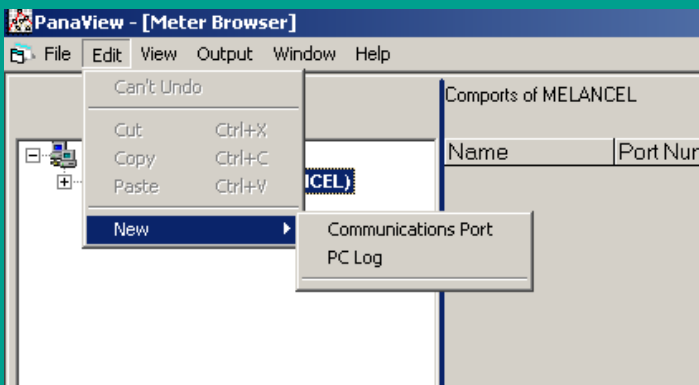

Figura 18: Menu Editar
3. Clique na opção de menu "novo" para a seleccionar e abre-se um submenu com duas opções (ver figura 18).